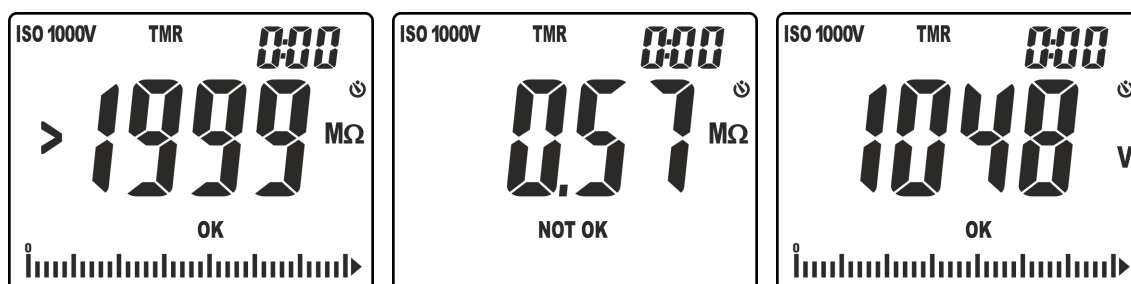

Fig. 21: Resultados de la medida de aislamiento en modo TMR
9. En la pantalla de Fig. 21 – parte izquierda aparece el valor de la resistencia de aislamiento (el símbolo ">1999" indica la condición de fuera escala) al término de la medida con resultado positivo "OK" (valor superior al umbral configurado). En la pantalla de Fig. 21 – parte derecha aparece el valor de la resistencia de aislamiento al término de la medida con resultado negativo "NOT OK" (valor inferior al umbral configurado)